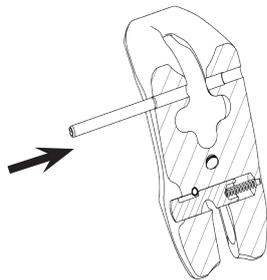

Abb. 27:
2. Schlagen Sie bei einer erneuten Verwendung einen neuen passenden original-RUD-Sicherungsstift ein (Richtung analog Abb. 27).